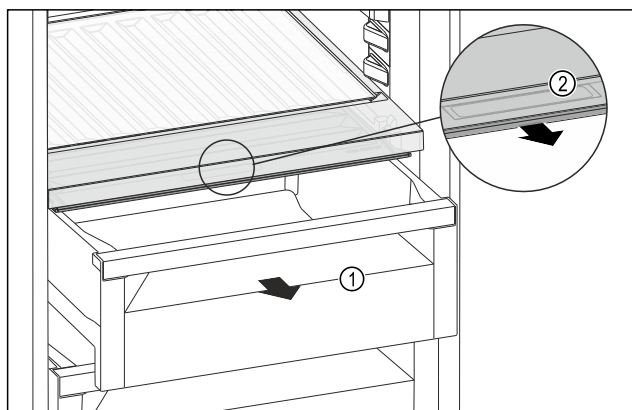

Fig. 177
- Izvlecite predal Fig. 177 (1).
- Primite prijemalno vdolbino Fig. 177 (2) na pokrovu predala in predal istočasno povlecite naprej.